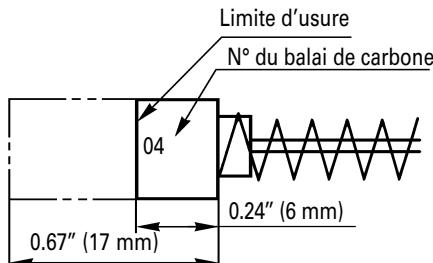

Fig. 31
4. Inspection des balais de carbone : (Fig. 31)
REMARQUE: Utiliser le balai de carbone HITACHI n° 04 indiqué à la Fig. 31.